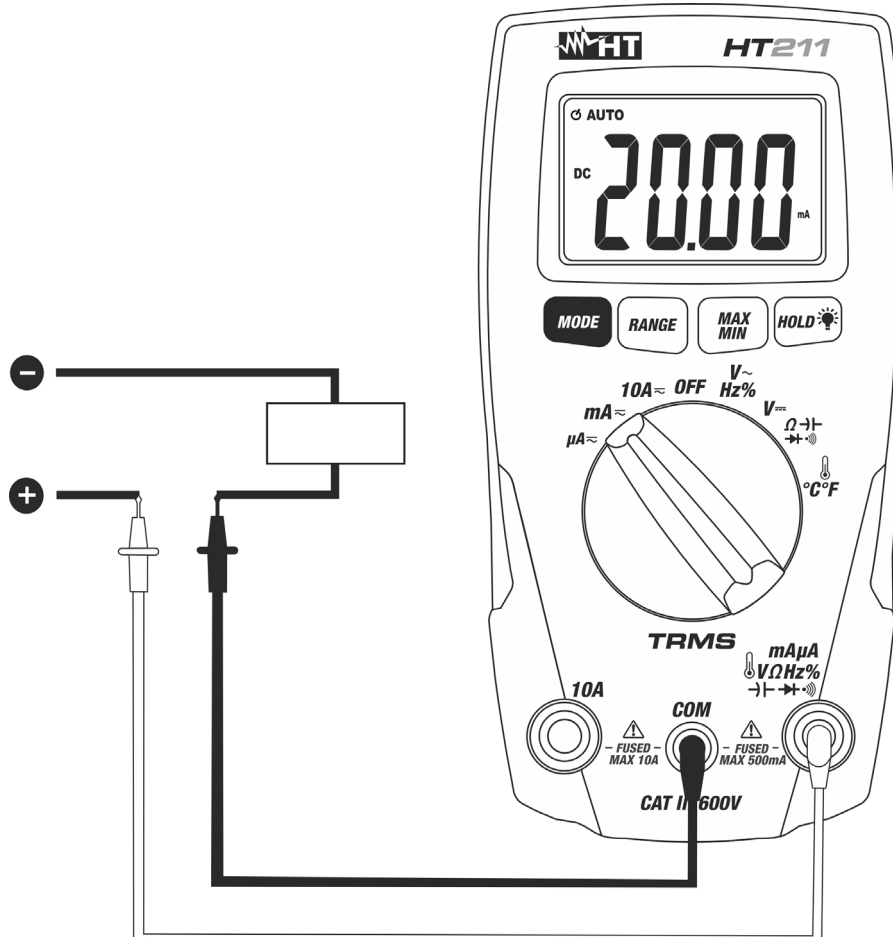

Abb. 9: Verwendung des Gerätes für DC Strommessung
5. Verbinden Sie die rote und die schwarze Messleitung in Reihe mit dem Kreis, dessen Strom Sie messen möchten, und dabei achten Sie auf die Strompolarität und -richtung (siehe Abb. 9)
8. Das Symbol "-" auf dem Display des Gerätes gibt an, dass der Strom die umgekehrte Richtung mit Bezug auf den Anschluss in Abb. 9 hat.